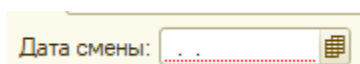

Рисунок 34
3.4.4 заполнить поле «Дата смены» (рисунок 34);